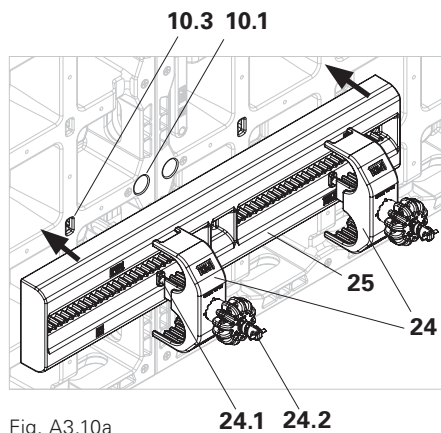

Fig. A3.10a
1. Placer deux fixations pour tube DUO (24) sur une filière de compensation DUO 62 (25). (Fig. A3.10a)
2. Accrocher la fixation pour tube DUO (24) avec la vis d'ancrage transversal (24.1) dans un point de raccordement (10.3) du panneau et tourner la vis d'ancrage transversal de 90°. (Fig. A3.10a)
3. Serrer la fixation pour tube DUO à l'aide de l'écrou DW 15 (24.2). (Fig. A3.10a)